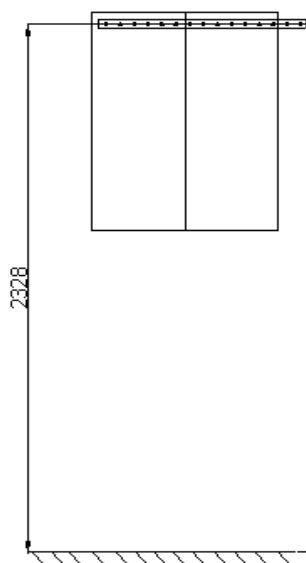
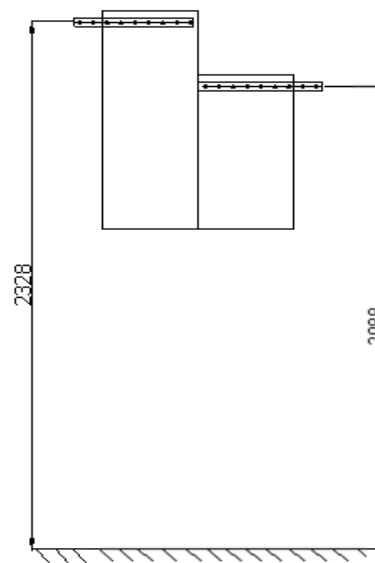

Рис. 8
Рис. 10
1. Разметить и закрепить монтажную шину. Высота крепления зависит от высоты верхних навесных шкафов, и может быть одноуровневой (Рис. 8, 9), либо разноуровневой (Рис. 10). На рисунках указаны стандартные высоты от пола до центра отверстий на шине